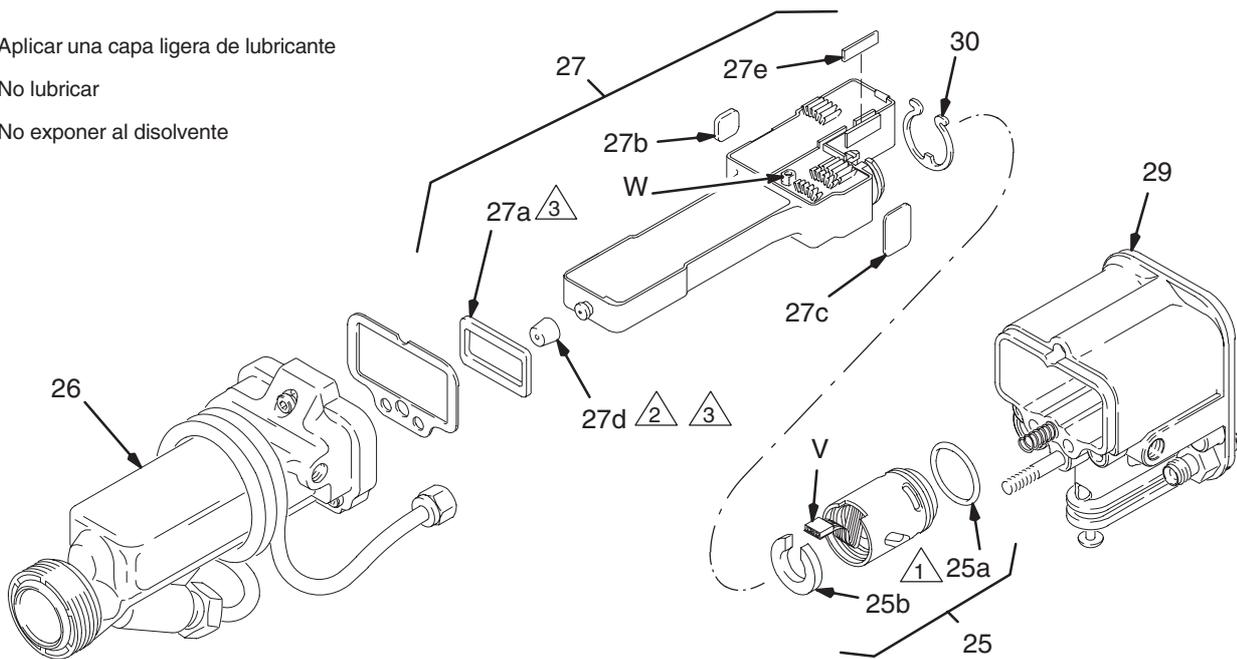

Fig. 25
2. Apretar juntando los dos extremos del anillo de retén (30) y, cuidadosamente, separa el alternador (25) de la fuente de energía (27) hasta que se desconecte el cable de conexión (V). Ver la Fig. 25.
3. Utilizando un ohmímetro, probar la bobina del alternador de turbina. Medir la resistencia entre los dos terminales exteriores del conector de 3 cables (V). La resistencia debe ser de 3 a 5 ohmios. Si la lectura es diferente a estos valores, cambiar el alternador.
4. Enchufar el conector de 3 cables a las 3 púas que se encuentran en la fuente de energía. Empujar el alternador (25) contra la fuente de energía (27) hasta que el anillo de retención (30) se acople al alternador.